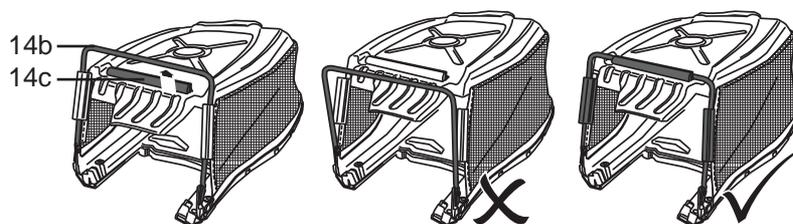

Fig.5
- > Tirez la bague de serrage [14c] vers le haut et verrouillez-la sur le châssis [14b] (Fig.5). Assurez-vous que les manches de serrage sur le côté sont correctement fixés sur le châssis.